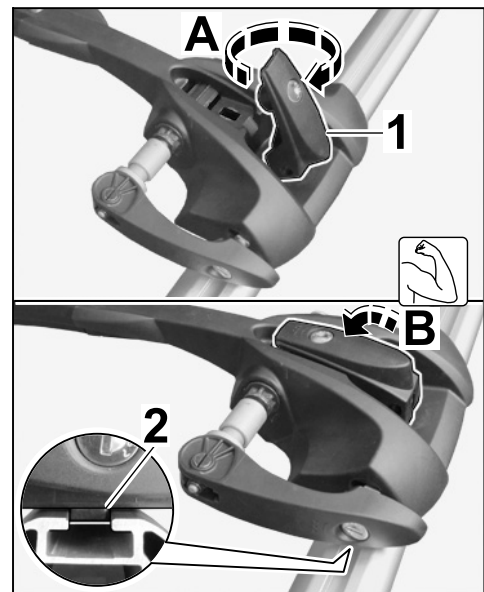

Bild 23
- 5.6.1 Spannhebel an Aufnahme Vorderradgabel 10 bis 12 Umdrehungen im Uhrzeigersinn drehen (⇒ Bild 23 -A-).
Darauf achten, dass die Führungen (Unterseite Aufnahme Vorderradgabel) richtig in die Nut Träger Dachtransportsystem greifen (⇒ Bild 23, Lupe).
- 5.6.2 Spannhebel mit Kraftaufwand in die Aufnahme Vorderradgabel umlegen (⇒ Bild 23 -B-).